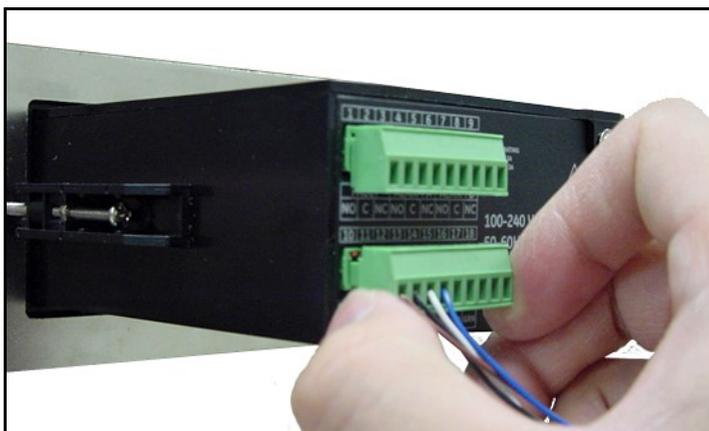

Figura 29: Reinserción del conector en el bloque de terminales
4. Vuelva a insertar el conector en el bloque de terminales inferior en la parte posterior del analizador dew.IQ (vea la *Figura 29* a continuación).